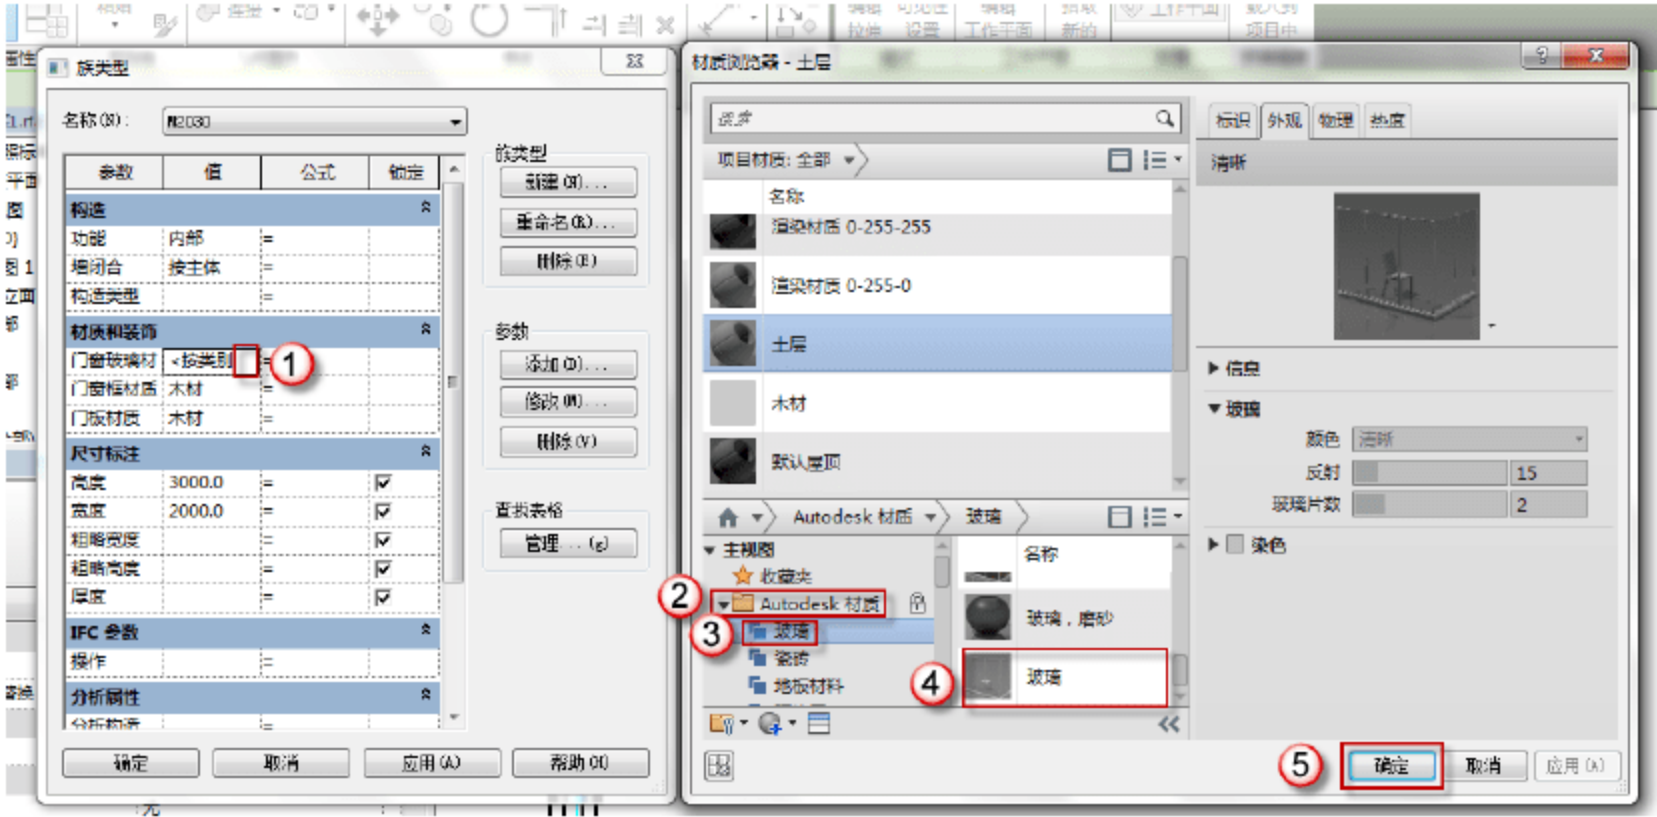

图 6.3.28 编辑门窗玻璃材质
(26) 编辑材质。单击“族类型”按钮，弹出“族类型”对话框，单击“材质和装饰”栏“门窗玻璃材质”后的“<按类别>”按钮，弹出“材质浏览器”对话框，选择“主视图”→“Autodesk 材质”→“玻璃”→“玻璃”选项，双击“玻璃”材质将其添加到“文档材质”。选择“文档材质”中的“玻璃”材质，单击“材质浏览器”对话框中的“确定”按钮，如图 6.3.28 所示。